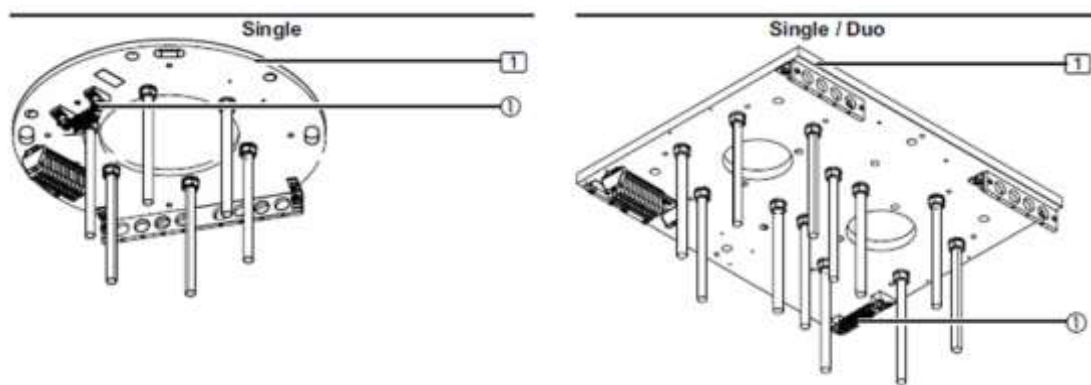

Abb. 24 Anschluss der Erdungskabel an der Schnittstellenplatine
- Stellen Sie sicher, dass die Kabel, Schläuche und Leitungen den richtigen Versorgungsausgängen zugeordnet sind. Siehe Schema in Abbildung 24.